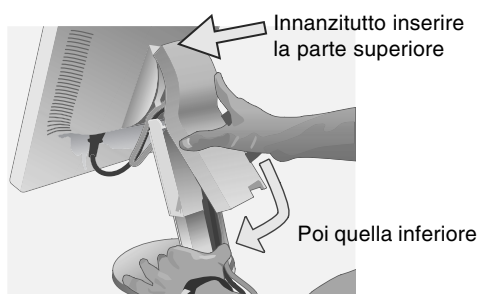
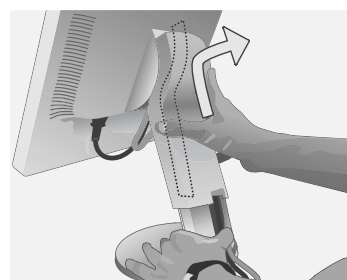

Figura D.1
Figura D.2
9. Fissare tutti i cavi insieme e mettere la copertura cavi sul supporto (**figura D.1**). Per rimuovere la copertura cavi, sollevare il coperchio come illustrato nella **figura D.2**.